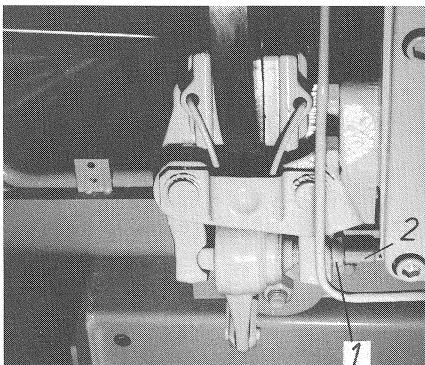

Bild 56
- Ist die Einstellung am Drehgriff wegen eines zu großen Einstellweges nicht möglich, muß zuvor eine Grobeinstellung an der Bremszange erfolgen. Kontermutter (Bild 56/1) lösen und Welle (Bild 56/2) des Hebels eindrehen. Welle mit Kontermutter festsetzen.
- In case adjustment at the rotary handle is not possible because the setting distance is too high, the brake tongs will have to be roughly adjusted first of all. Loosen counternut (Fig. 56/1) and screw in shaft (Fig. 56/2) of the lever. Lock the shaft with counternut.
- S'il n'est pas possible d'ajuster le frein avec la poignée tournante en raison d'une course d'ajustage trop longue, effectuer d'abord un réglage approx. à la pince de frein. Visser le contre-écrou (fig. 56/1) et l'arbre du levier (56/2). Arrêter l'arbre à l'aide du contre-écrou.